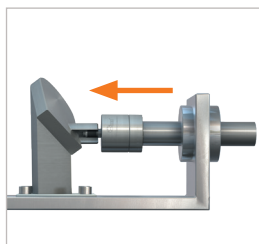
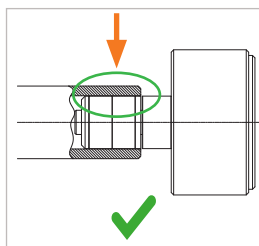
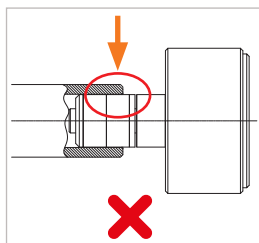

Figure 1
Figure 2
Figure 3
- ▶ Insérez le connecteur dans l'axe dans la pièce d'essai (Figure 1). Soulevez le joint frontal (pos. 7) ne doit plus être visible (Figure 2 et Figure 3). Le joint frontal est ainsi préservé des dommages causés par d'éventuels bords saillants de la pièce d'essai et le bon raccordement est garanti.